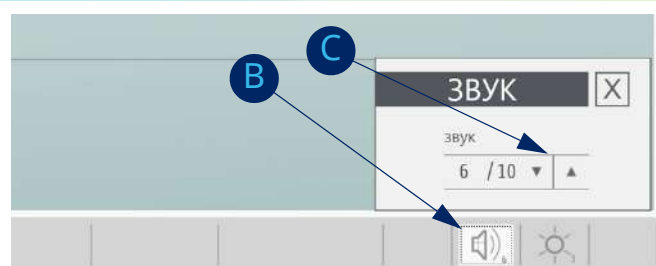

Fig. 154: Всплывающее окно с уровнем громкости
1. Нажмите кнопку громкости [B] (на нижней строке). Появится всплывающее окно (рис. 154).